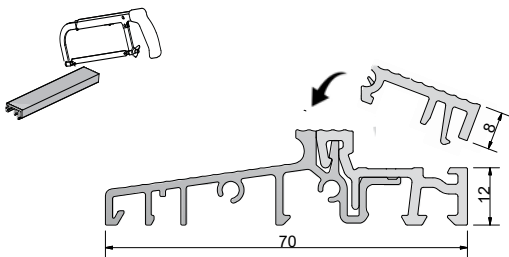

Abb. 12
- Die Fulleisten auf exakte Mass schneiden und von der Außenseite der Schwelle einklipsen (Abb. 12)